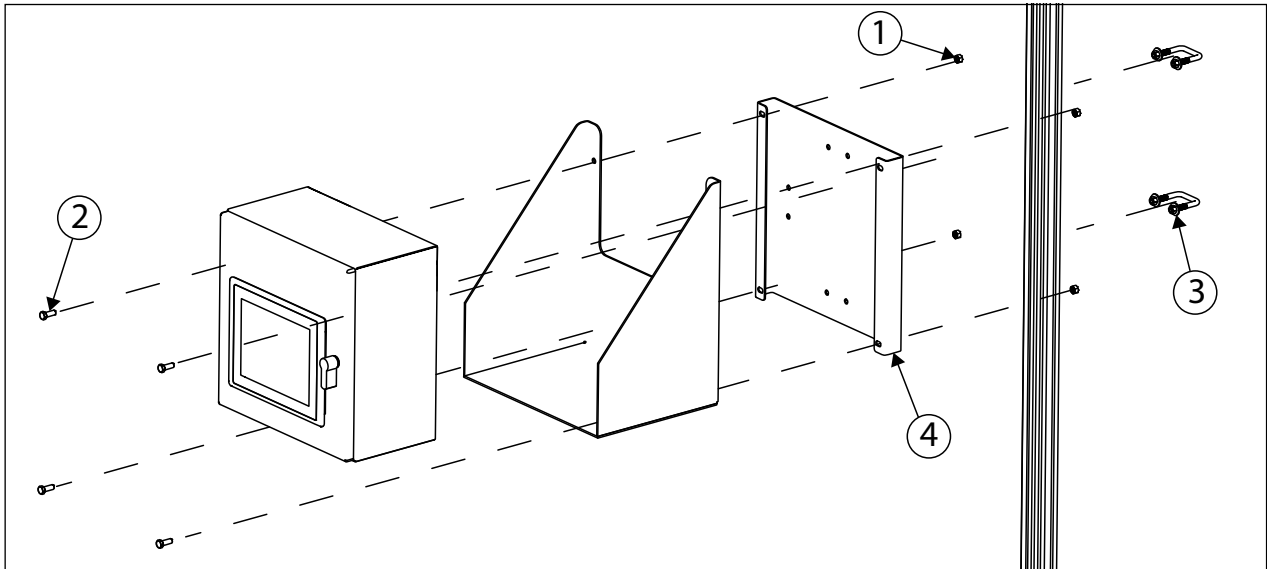

Figure 5-9. Support d'armoire en option
**REMARQUE** : Si vous ajoutez l'étagère d'armoire en option (Réf. 212260), montez-la entre le kiosque et la plaque de montage (voir la Figure 5-9).